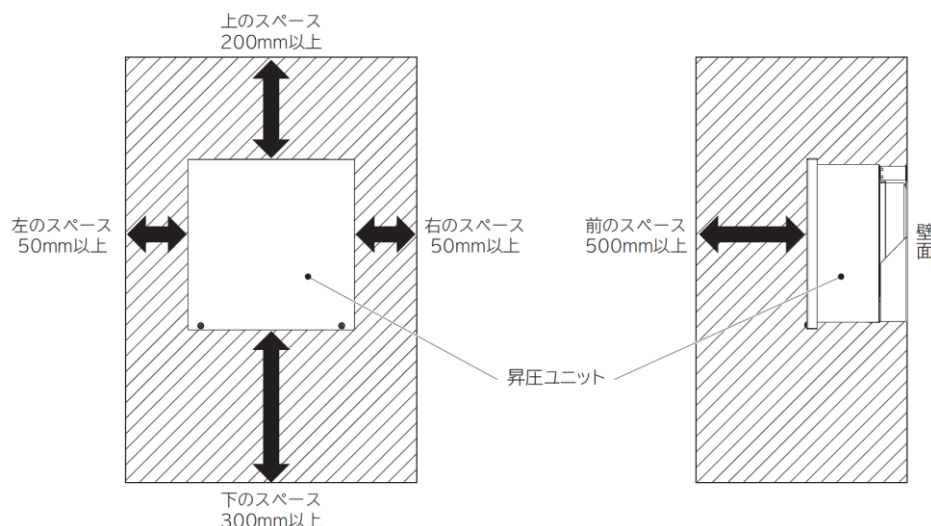

図 5-1 放熱・据付工事に必要なスペース
- (1) 昇圧ユニットは壁面に正しい方向で水平に取付けてください。
- (2) 昇圧ユニットの製品質量約10kg（取付板含む）に耐えられる強固な垂直な壁面に取付けてください。
- (3) 製品周囲は製品の冷却、および据付工事、メンテナンス時の作業空間確保のため図5-1に示す放熱・据付工事に必要なスペースを確保してください。
- (4) 日本国内で標高1500m以下の場所に取り付けてください。
- (5) 昇圧ユニットに同梱されている工事説明書を参照の上、正しく安全に取り付けてください。